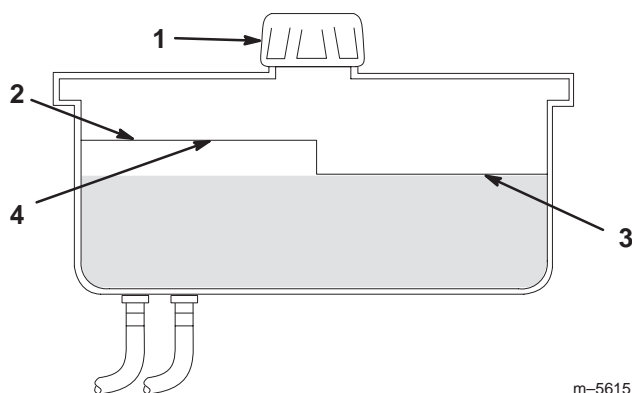

Figure 49
2. Nettoyez la surface autour du goulot de remplissage du réservoir hydraulique (Fig. 49).
3. Enlevez le bouchon du goulot de remplissage et vérifiez si le réservoir contient du liquide (Fig. 49).
Remarque : Lorsque l'huile est chaude, le niveau de liquide doit atteindre le haut du repère **à chaud** sur le déflecteur (Fig. 49).